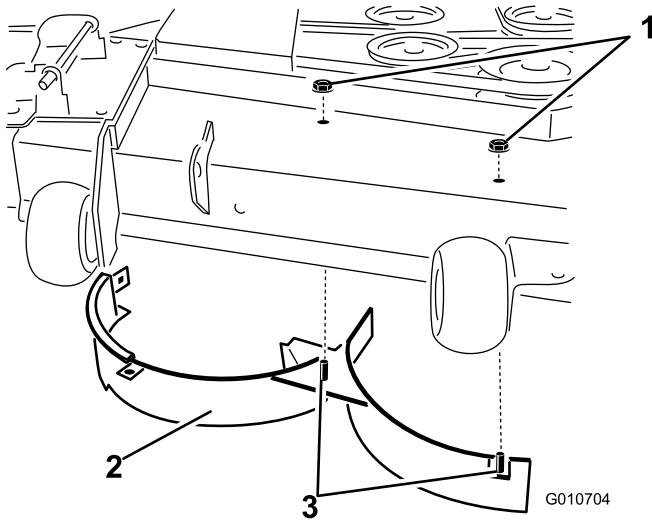

Bild 38
- Entfernen Sie die zwei Sicherungsmuttern (5/16 Zoll), die die geschweißten Pfosten des rechten Ablenkblechs oben auf dem Mähwerk in der Mitte und rechts von der Mittelstellung sichern (Bild 38).
- Entfernen Sie die Schlossschraube und die Sicherungsmutter, die das rechte Ablenkblech oben auf dem Mähwerk sichern. Entfernen Sie das rechte Ablenkblech vom Mähwerk (Bild 38).